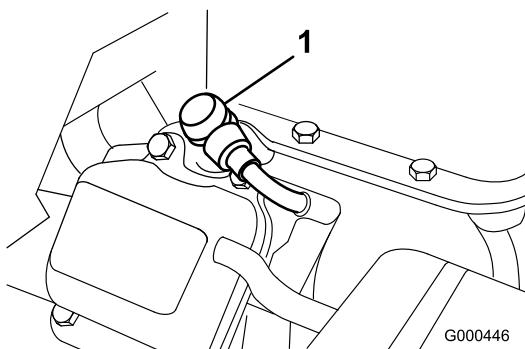

Figura 26
- Retire o cabo da vela moldado (Figura 26).